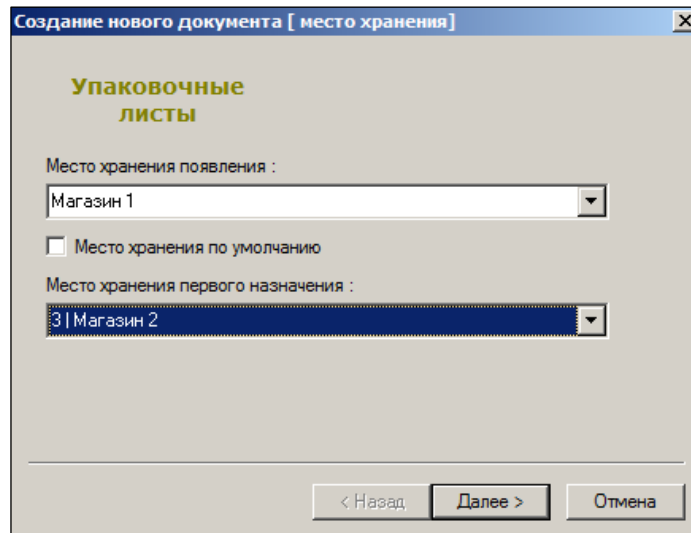

Рисунок 141 – Создание упаковочного листа (1)
2. Выбрать место хранения появления – значение либо места хранения создания упаковки, если упаковка создается внутри сети магазинов, либо места хранения поставки, если упаковка приходит от внешнего контрагента. Выбрать место хранения первого назначения – место хранения, которому предназначена упаковка при ее формировании, атрибут не является обязательным. (Рисунок 141):